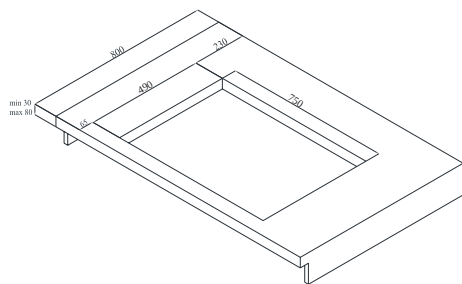

Fig. 12
2. ➤ Hålet som produkten måste monteras i måste ha måtten som på ritningen 490x750 mm (Fig. 12).
– Följ anvisningarna nedan innan du monterar produkten.(Fig. 12).